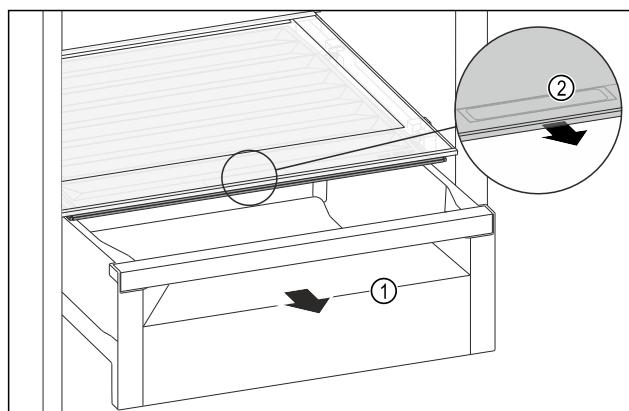

Fig. 137
- Витягніть висувний ящик Fig. 137 (1).
- Візьміться за потайну ручку Fig. 137 (2) на кришці відділення й одночасно потягніть кришку відділення вперед.